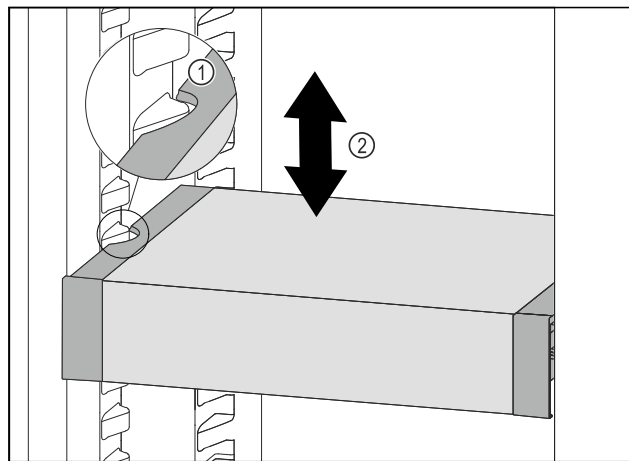

Fig. 93
- ▶ VarioSafe w chłodziarce przesunąć w górę lub w dół, aż zostanie osiągnięta żądana wysokość. Fig. 93 (2)